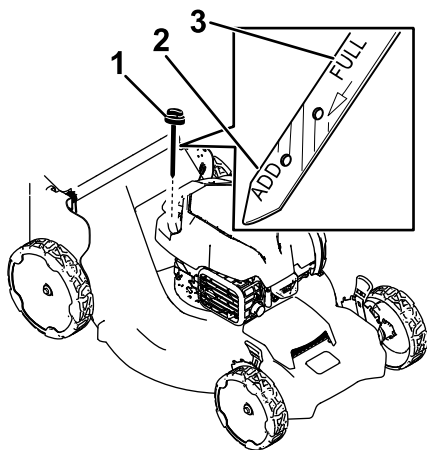

Рисунок 24
3. Выньте масломерный щуп, повернув крышку против часовой стрелки и вытянув ее (Рисунок 24).
машину набок (чтобы воздушный фильтр был сверху) (Рисунок 24).